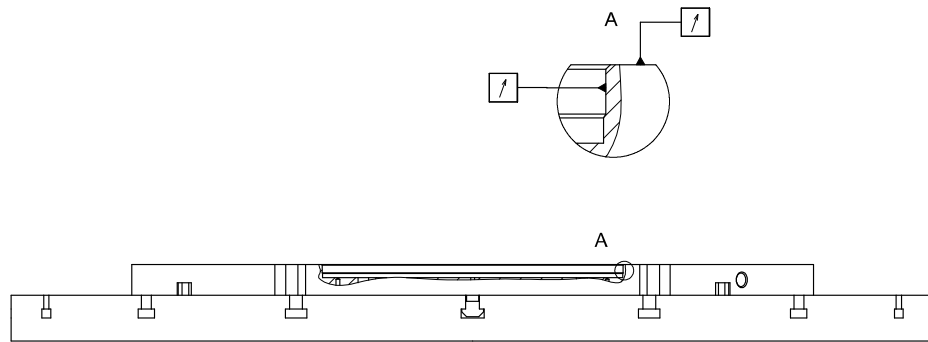

Fig. 3-3 : Contrôler la concentricité et la planéité de la plaque de base
Étape 8 Revérifiez la concentricité et la planéité de la plaque de base. Un écart de 0,05 mm est admissible. La mesure s'effectue dans le rebord de centrage de la plaque de base et sur la surface plane autour du rebord de centrage (voir fig. 3-3).
Étape 9 Amenez le mandrin de serrage (4) propre (suspendu aux vis à anneau de levage) prudemment et lentement au-dessus de la plaque de base (7) à l'aide de l'engin de levage.
Étape 10 Abaissez le mandrin de serrage (4) sur la plaque de base (7). À cet effet, le mandrin de serrage (4) est aligné à l'aide de son rebord de centrage et d'un tasseau d'ajustage (6).
Étape 11 Vissez la plaque de base (7) sur le mandrin de serrage (4), en quinconce, par le biais des vis de fixation extérieures (2), à l'aide d'une clé dynamométrique.